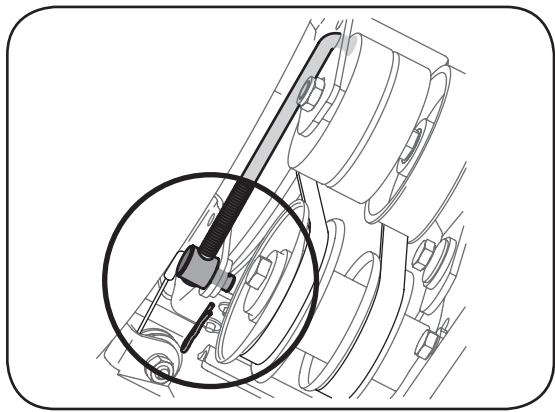

Figure 6-6
4. Retirez la goupille fendue et la rondelle plate de la virule pour dégager la tige de tension de la tarîere du support du frein, comme à la Figure 6-6.